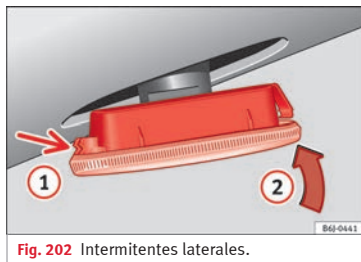

Fig. 202 Intermitentes laterales.
- Coloque el intermitente en primer lugar en el orificio de la carrocería, encajando las pestañas **1** » **fig. 202**, y a continuación encaje la lámpara como indica la flecha **2** » **fig. 202**.